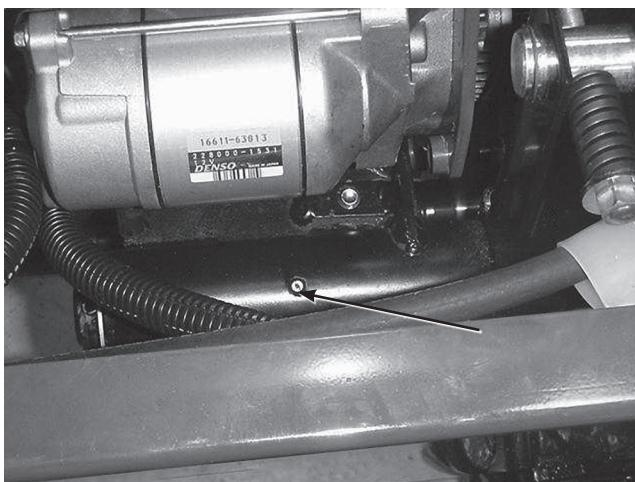

図37
- PTO のテンションピボット (図37)
- PTO の後部ベアリング (図37)